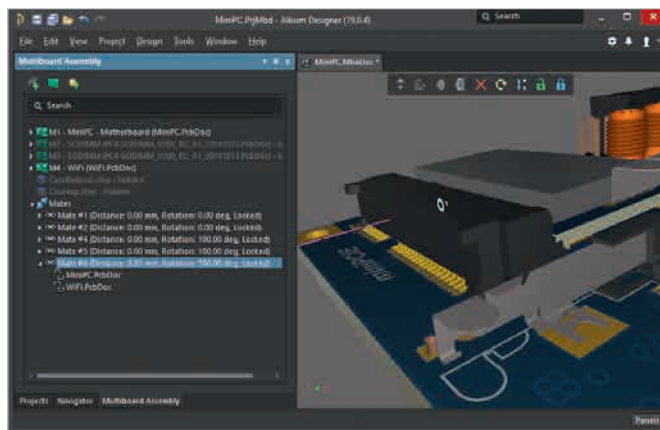

Рис. 8. Задание и редактирование сопряжений в сборке *Multi-Board*
- возможность создавать сопряжения между объектами (см. рис. 8):